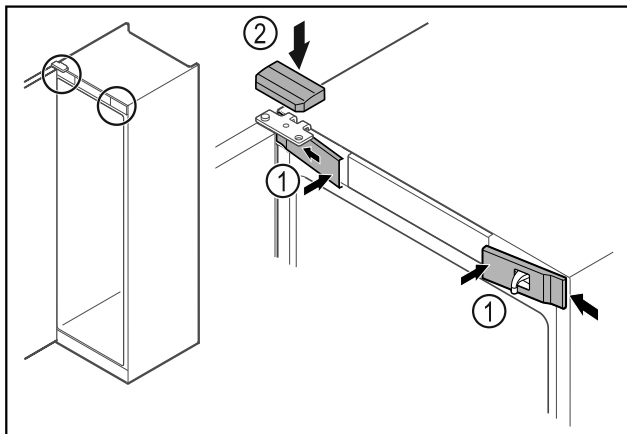

Fig. 52
- ▶ Haka fast skydden fram Fig. 52 (1) på sidan och sätt på dem.
- ▶ Sätt på det övre skyddet Fig. 52 (2) uppifrån.